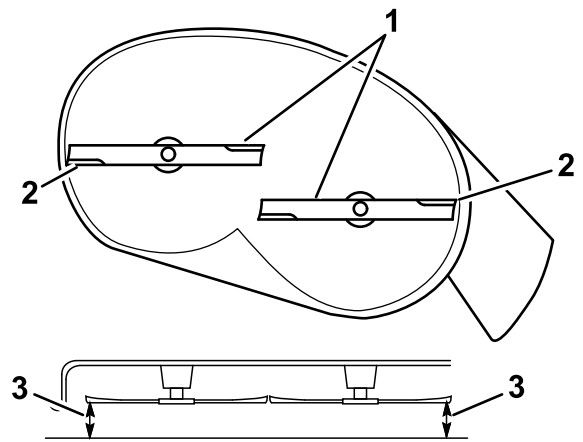

Figure 58
5. Mesurez la distance entre les tranchants extérieurs et le sol plat (Figure 58).
4. Une fois le réglage effectué, vérifiez à nouveau l'inclinaison avant/arrière des lames; continuez d'ajuster l'écrou jusqu'à ce que la pointe avant de la lame soit de 1,6 à 8 mm (1/16 à 5/16 po) plus bas de la pointe arrière (Figure 58).